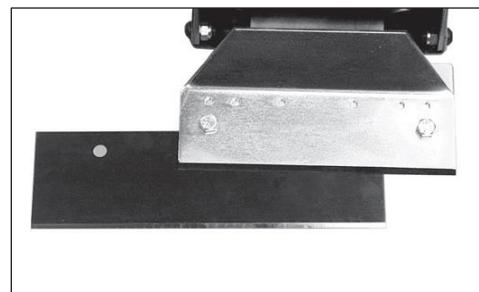

FIG. 8
- Les lames peuvent être décalées dans la tête de coupe pour faciliter l'accès aux plinthes ou pour le retrait le long du mur (Figure 8).